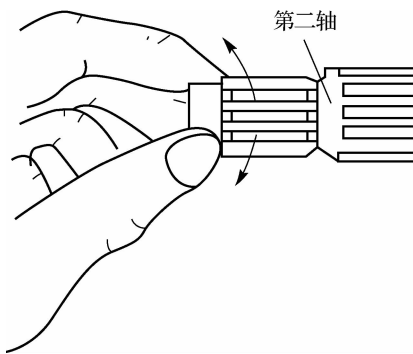

图 6-14 检查第二轴前端滚针轴承
(4)若只有直接挡和空挡能行驶,而其他挡均不能行驶,则应拆下变速器检查第二轴前端滚针轴承是否烧结,如图 6-14 所示。如已烧结,应更换滚针轴承,并对支撑的轴颈和轴孔做相应的修整。